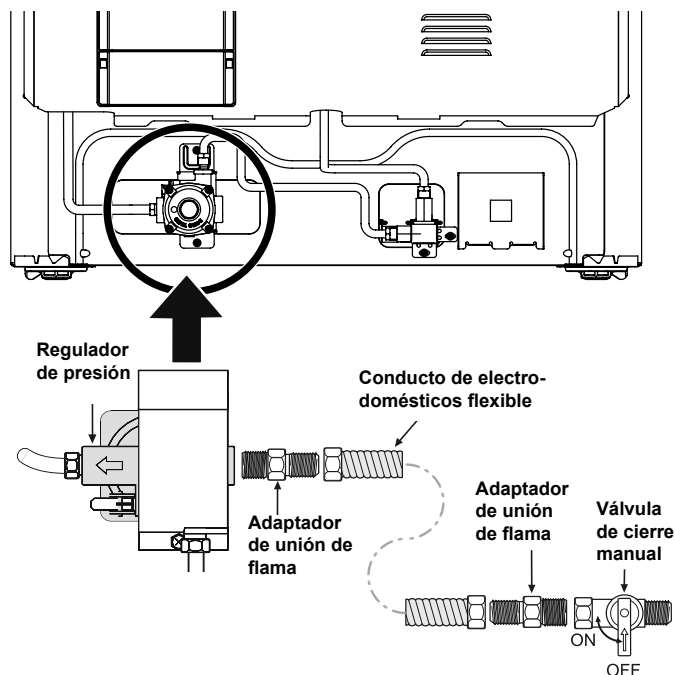

Fig. 8 - conexiones de suministro de gas
- Instale una válvula manual externa para cierre de gas hacia la línea de suministro de gas que tenga una ubicación de fácil acceso fuera de la cocina. Asegúrese de conocer dónde y cómo se cierra el suministro de gas hacia la cocina (Vea Fig. 8).
- Instale un adaptador para unión de campana de 1/2" hacia el válvula manual del unidad usado NO MAS DE 15pies/lbs de torque. (Vea Fig. 8).
- d. Instale el adaptador de la unión de campana hacia la válvula manual externa de cierre (Vea Fig. 8).
e. Conecte el flexible conducto a la unión de campana en la válvula manual externa de cierre (Vea Fig. 8).